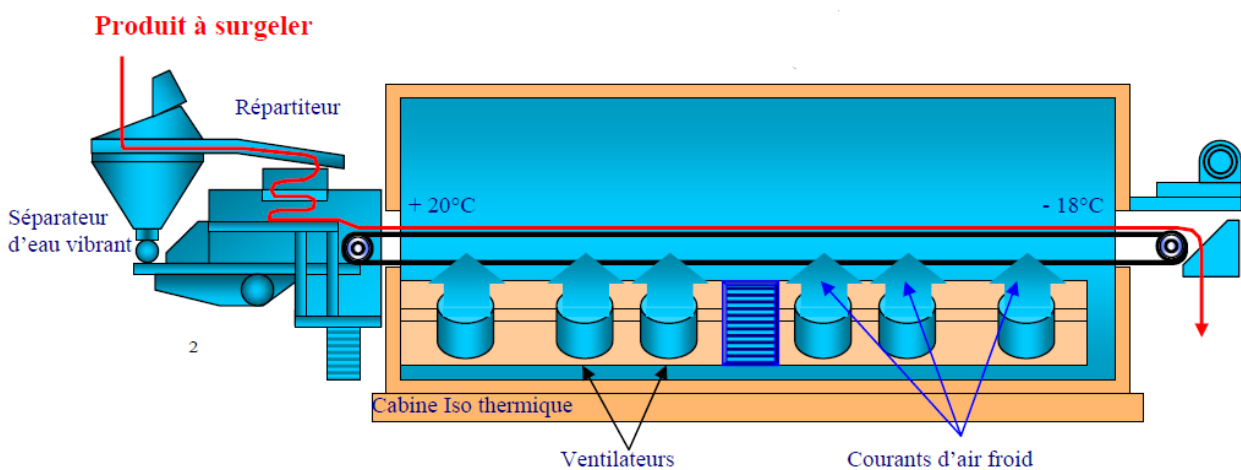

Figure 10 : Schéma d'un tunnel de Surgélation
- Les produits alimentaires sont surgelés dans un tunnel de surgélation (**Figure 10**).